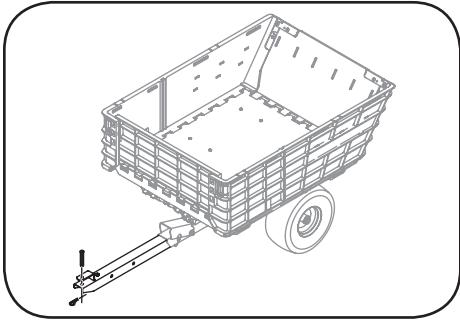

Figura 5-1
- Con cuidado deslice el enganche de lengüeta en la ménsula de enganche que está en la parte trasera de su tractor y fíjelo en su lugar con el elemento de ferretería retirado en el paso 1. Vea la Figura 5-1.